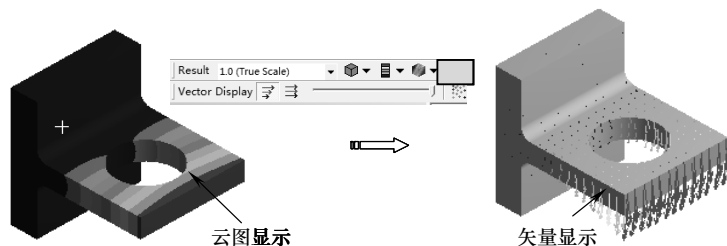

图 4-30 变形结果的显示
- ✧ **Total (总变形):** 总变形是个标量, 它由式 (4-1) 决定。可使用矢量方式显示总变形, 如图 4-30 所示。变形结构对线、面、体均使用, 变形结果仅仅和平移自由度有关, 线和面的转动自由度不能够直观显示, 但可以跟踪点的角度变化获得。